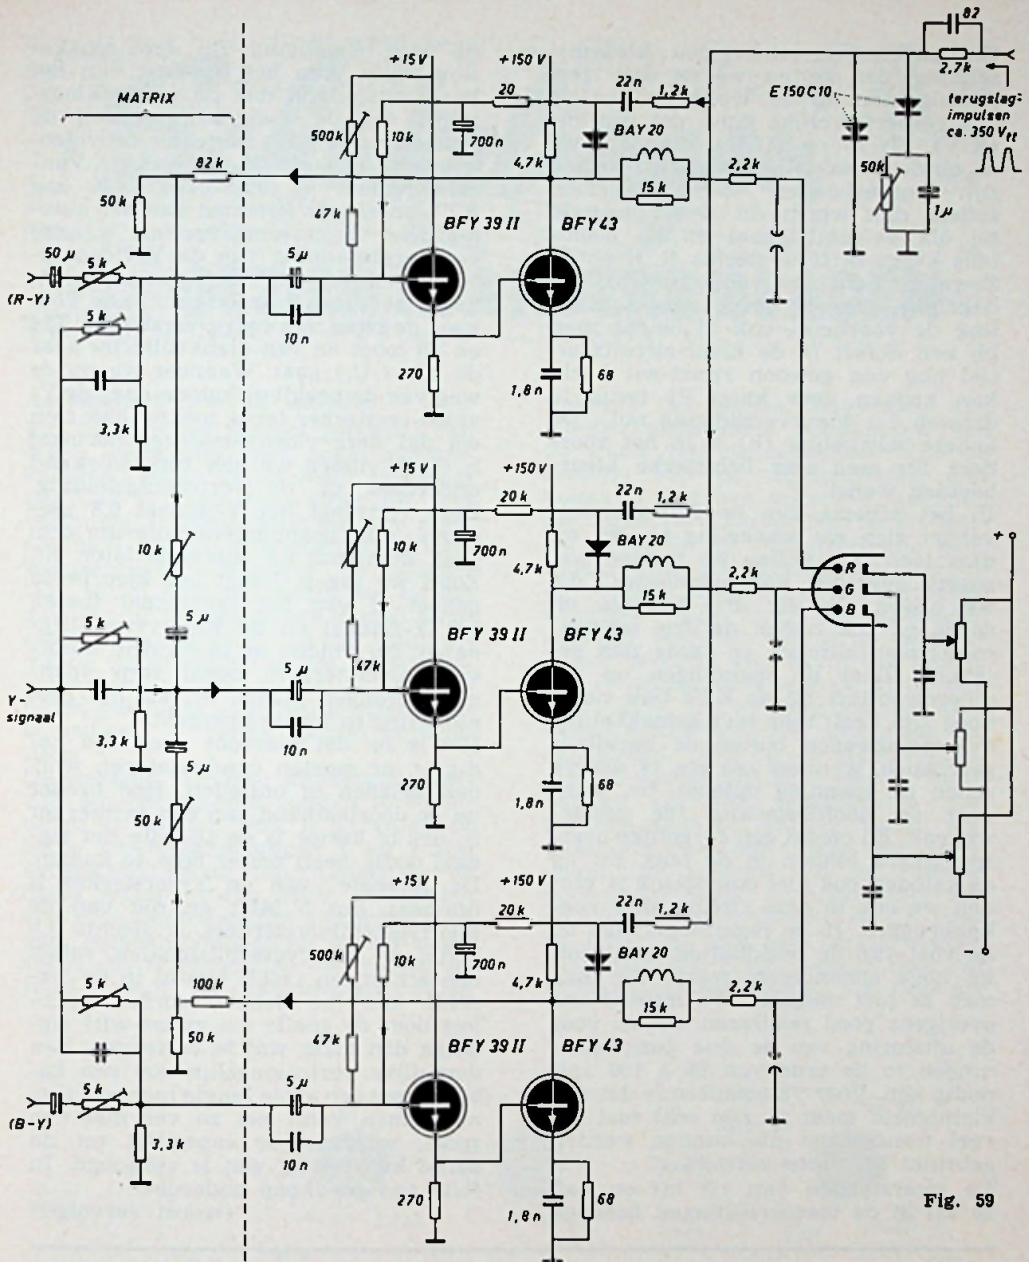

Fig. 59
- We sturen de drie katoden met de signalen R, B en G; de Wehnelts krijgen een vaste spanning (fig. 59).
Fig. 59 - Sturing van de KTV buis met drie kleursignalen R, G, B (dus niet met kleurverschil-signalen). Links zien we de binnenstromende kleurverschilsignalen (R-Y) en (B-Y), alsmede het Y-siginaal. Het Y-siginaal wordt opgeteld bij deze beide signalen (5 k) alsmede bij het nog niet aanwezige G-siginaal. Uit de beide video-eindversterkers R en B wordt een deel van de output teruggevoerd naar de Y-ingang, via de RC netwerken van resp.: 82 k Ω , 50 k Ω , 10 k Ω , 5 μ F en: 0,1 M Ω , 50 k Ω , 50 k Ω en 5 μ F. Dit is de Matrix; hier ontstaat het G signaal, dat evenals de B en R signalen rechtstreeks naar de drie katoeden van de beeldbuis gaat. Deze video-signalen bedragen maximaal 135 Vt; het uitstuurbereik van deze beeldbuis loopt van 15-150 V. De drie wehnelts zijn voor wisselspanningen aan aarde gelegd; hun gelijkspanningsniveaus zijn afzonderlijk instelbaar. Om het zwartniveau op de beeldbuis te handhaven worden de terugslag-impuls teruggevoerd; de gelijkspanning wordt verkregen d.m.v. de siliciumdioden BAY20 en het RC filter: 82 pF, 2,7 k Ω en de via de E150C10 parallel liggende C van 1 μ F. De linker E150C10 dient om partiële trillingen in de afbuigtransformator onschadelijk te maken. Komt er nu alléén een Y-siginaal binnen, dan krijgen die drie katoeden een spanning overeenkomstig de bekende verhouding, dus R = 30, G = 59, B = 11, waarmede zwart-wit wordt weergegeven.